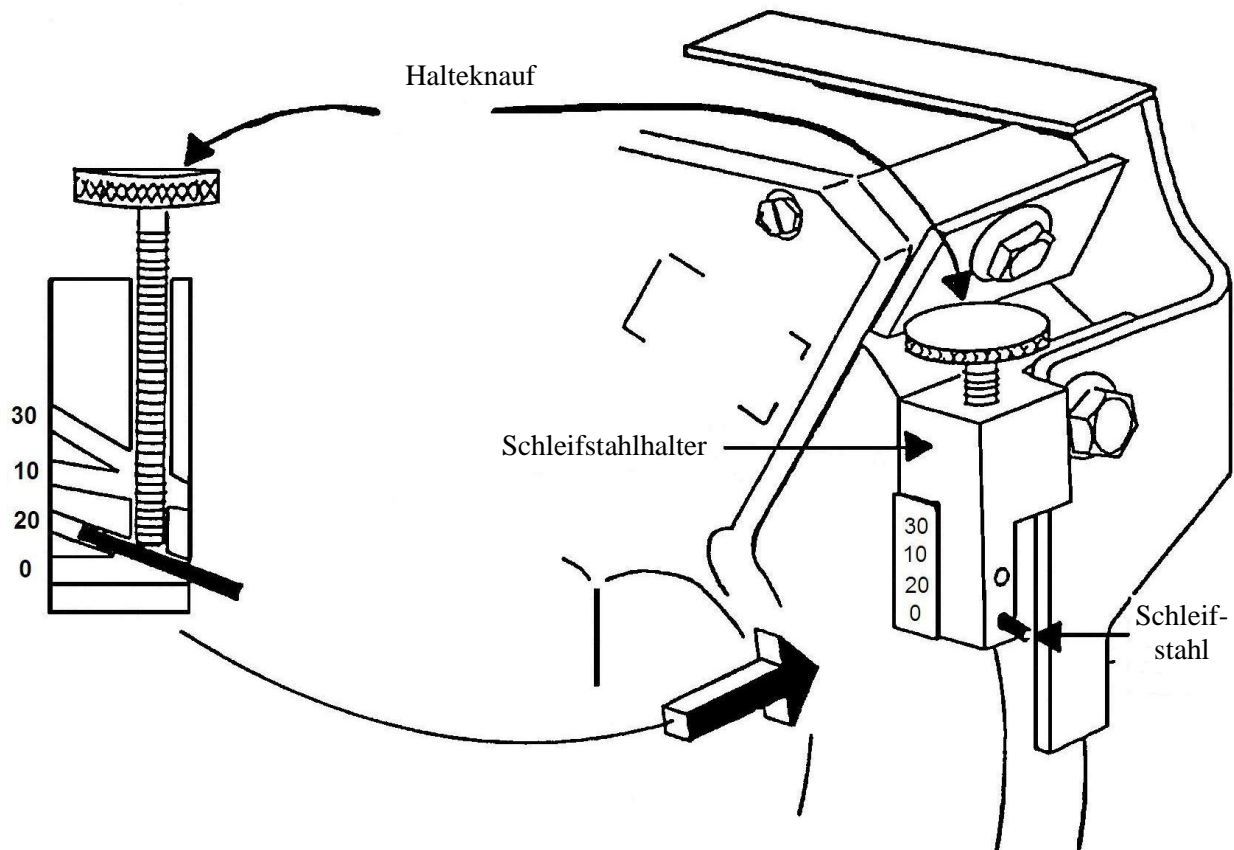

Abb. 6
8.3.4 Einstellen des Schleifstahlwinkels (Siehe Abb. 6)
Der Schleifstahlhalter hat vier Löcher, die mit 0, 10, 20, und 30 Grad gekennzeichnet sind. Der Schleifstahl muss in das richtige Loch eingesetzt und gesichert werden, wie in der Tabelle in Abb. 6 unten gezeigt. Der Schleifstahl wird durch den Halteknauf befestigt.